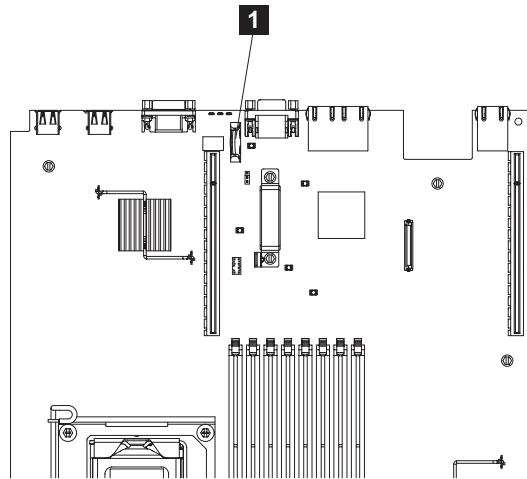

図 141. SAN ボリューム・コントローラー 2145-CF8 CMOS バッテリー・ホルダーの位置
2. システム・ボード上のバッテリーを見つけます。図 141 は、システム・ボード上のバッテリーの位置を (1) 示しています。